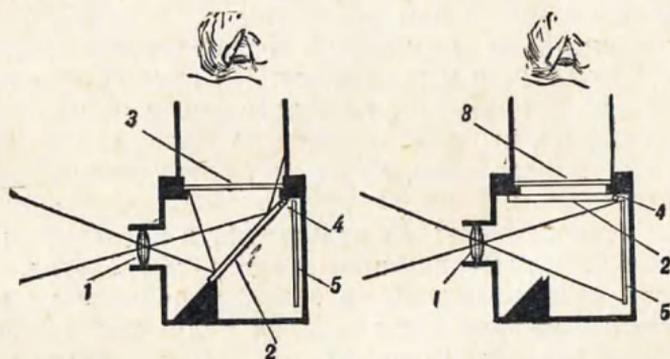

Рис. 23. Схема однообъективного зеркального фотоаппарата
**Второй тип** зеркальной камеры — это камера с одним объективом. Схема устройства и действия этого аппарата приведена на рис. 23. Здесь также имеется зеркало,